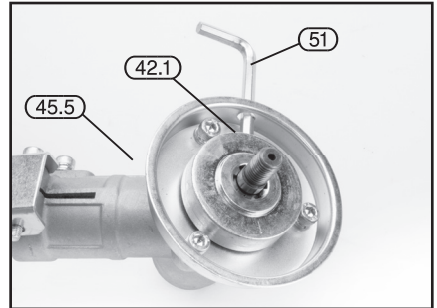

FIG. 13
9.6 FITTING THE BRUSH CUTTING BLADE: - FIG.13 - 14